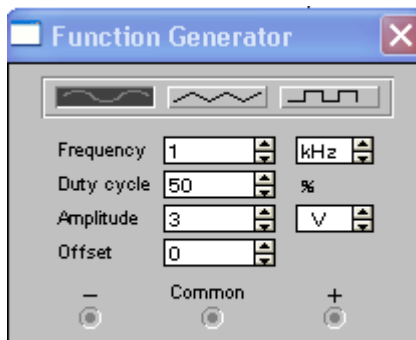

Рис. 6
4.1.4. Розкрийте генератор сигналу U_{BX} встановленням курсору на його умовному позначенні та подвійним кліком лівої клавіші миші. Відкриється передня панель генератора (рис. 6).